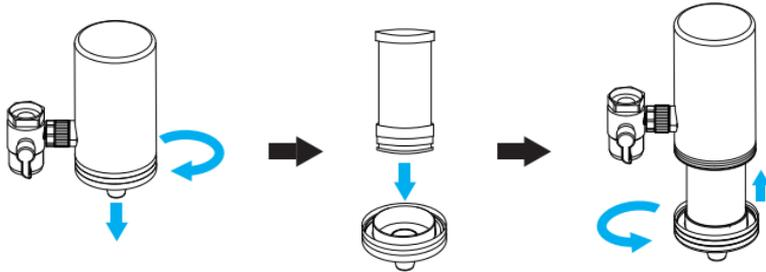

Abbildung 1.1
- 1 Nehmen Sie den Filter (A) heraus und entfernen Sie die Verpackung.
- 2 Nehmen Sie das System und die Adapter (A3/B2) heraus und drehen Sie die Filterbasis (D) gegen den Uhrzeigersinn ab. Halten Sie das Wasserablaufloch des Filters nach unten und legen Sie den Filter auf die Filterbasis (D). Drehen Sie die Filterbasis (D) im Uhrzeigersinn auf. [\[Abbildung 1.1\]](#)